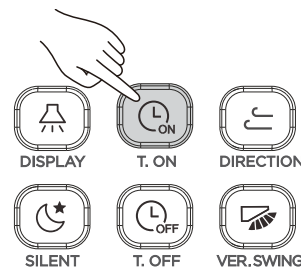

Figura 25
1. Presione  (vea la Figura 25) y el control remoto mostrará "Timer On" (temporizador de encendido) y "0.0h xLater On" (encendido en 0,0 h) aparecerá en el área del temporizador. Ajuste la configuración del temporizador de encendido ahora;